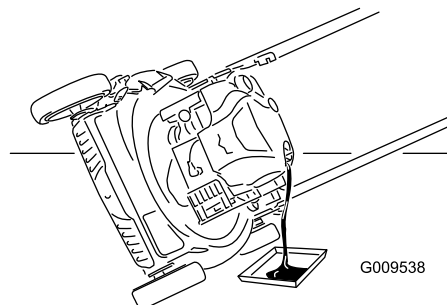

Рисунок 25
3. Для слива отработанного масла через маслосливной патрубок переверните газонокосилку набок воздушным фильтром вверх (Рисунок 25).